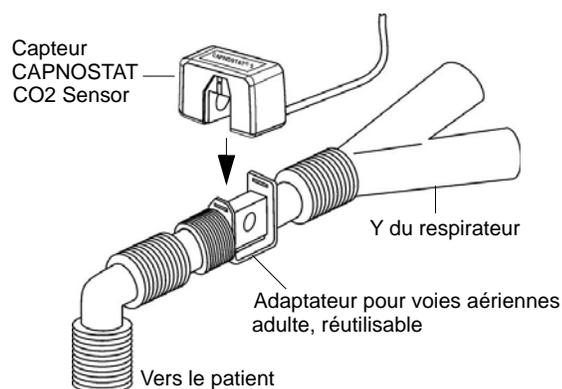

Figure 2
1. Placez le capteur CAPNOSTAT 5 CO2 Sensor muni de l'adaptateur pour voies aériennes entre le coude et le Y du circuit du respirateur, comme illustré à la figure 2.